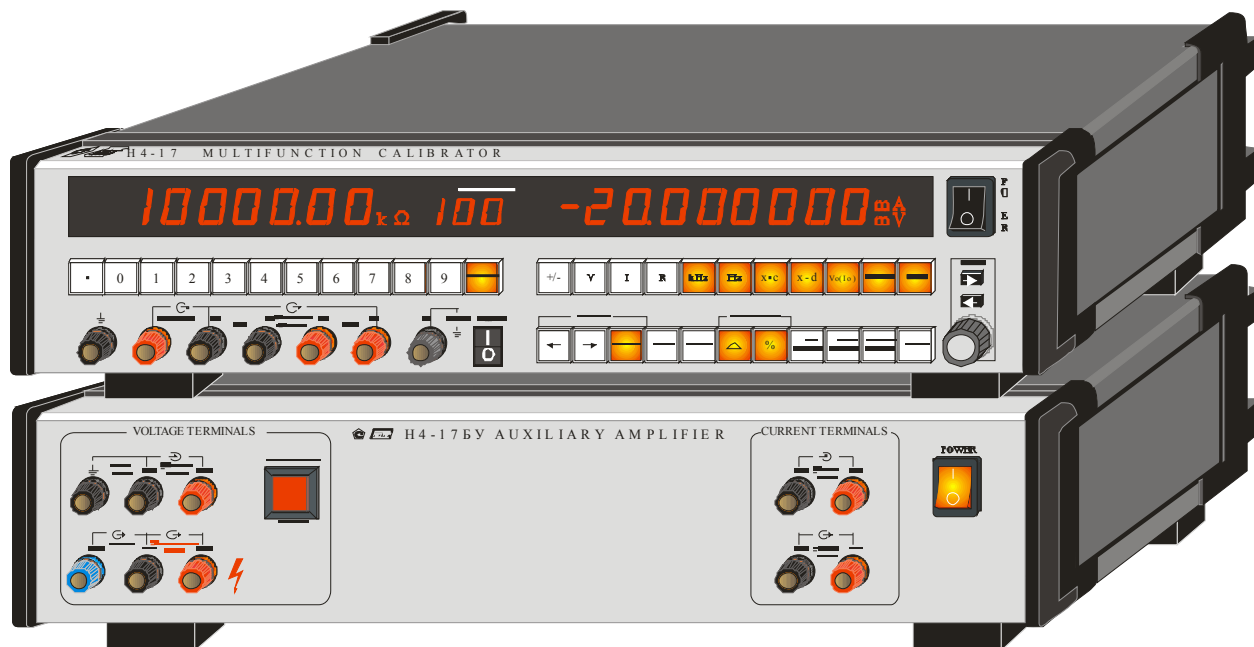

Рисунок 4.1 – Универсальный калибратор Н4-17
4.4.1 Работа калибратора во всем оговоренном диапазоне напряжений и токов реализуется в составе двух блоков (рисунок 4.1):